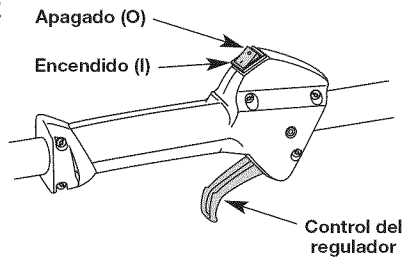

Fig. 7
NOTA: No hay necesidad de girar la unidad. Encendido/de parada el control (Fig. 7) está en la posición de trabajo siempre (I).
2. Coloque el control de encendido y apagado en posición de APAGADO (O) (Fig. 7).
- NOTA:** No hay necesidad de girar la unidad. Encendido/de parada el control (Fig. 7) está en la posición de trabajo siempre (I).